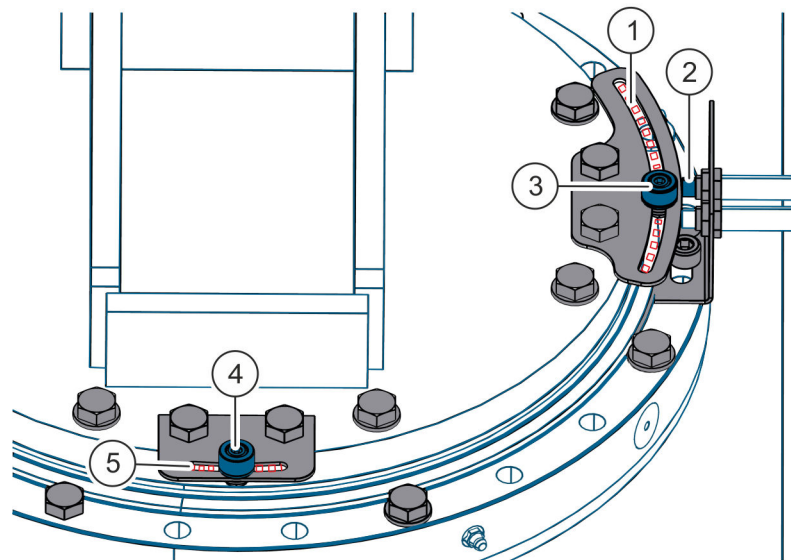

Abb. 22: Drehwinkel
1. ➤ Schraube des ersten Abfrageelements (Abb. 22/3) lösen.
2. ➤ Abfrageelement (Abb. 22/3) in den gewünschten Drehwinkel (Abb. 22/1) verschieben, bis sich das Abfrageelement auf der Höhe des ersten Drehwinkelsensors (Abb. 22/2) befindet.
4. ➤ Schraube des zweiten Abfrageelements (Abb. 22/4) lösen.
5. ➤ Abfrageelement (Abb. 22/4) in den gewünschten Drehwinkel (Abb. 22/5) verschieben, bis sich das Abfrageelement auf der Höhe des zweiten Drehwinkelsensors (Abb. 22/2) befindet.